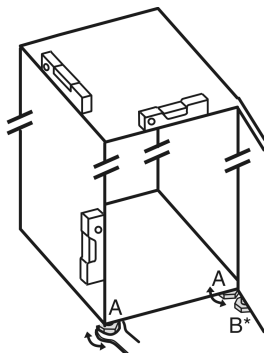

Fig. 68
- Svitare i piedini regolabili Fig. 68 (A) con la chiave a forchetta contenuta nella fornitura e con l'aiuto di una bilancia idrostatica, finché l'apparecchio non si trova in posizione stabile e piana.
- Con la chiave a forchetta in dotazione, svitare il piedino regolabile Fig. 68 (B) sul cuscinetto di supporto inferiore, fino a farlo appoggiare sul pavimento.
- Ruotare ulteriormente il piedino regolabile Fig. 68 (B) di 90°.